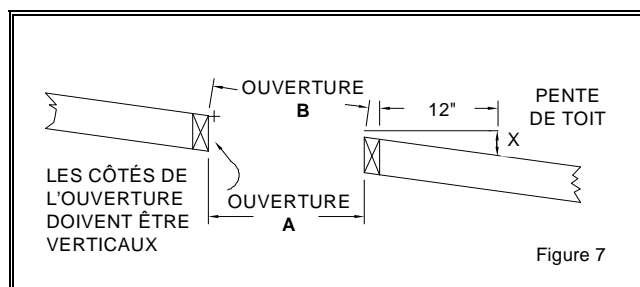

Figure 7
- 1 Placez la cheminée à un endroit pratique pour l'inspection, le plus près possible de l'appareil de chauffage. Coupez et encadrez une ouverture dans le toit pour le support. Les côtés de l'ouverture doivent être verticaux (Fig. 7) (voir le tableau à la page 3).